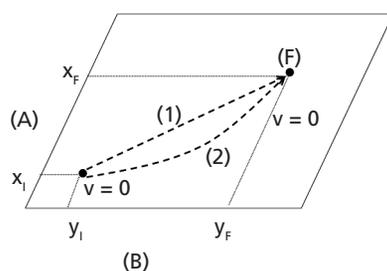

Figura 6.2: Coordenadas de um sistema.
Podemos tirá-la da posição de equilíbrio com um leve chute. Ao chutá-la, estaremos efetuando um trabalho sobre a bola, ou seja, transferindo um pouco de nossa energia química para ela. Se ela se deslocar todo o tempo sobre o chão da sala, a energia cedida aparecerá sob a forma de energia cinética da bola. Suponhamos que ela siga a trajetória retilínea (1), indicada na **Figura 6.2**. Eventualmente, como você sabe, a bola irá parar numa outra posição, digamos (F), nessa figura. Ora, o que aconteceu com a energia que ela recebeu?
*Ela não pode ter sido transformada em energia potencial porque a bola se deslocou em um plano. Na verdade, ela foi transformada em calor, por conta do atrito com o chão e com o ar durante seu deslocamento de (I) para (F). A bola irá parar quando toda a sua energia cinética tiver sido transformada em calor. No ponto (F), a bola terá coordenadas ( $E_c$ ,  $E_p$ ,  $m$ ,  $T$ ,  $x_f$ ,  $y_f$ , endereço completo) que não mais serão alteradas com o tempo. Portanto, o ponto (F) representa um novo *estado termodinâmico* do sistema.*
Na **Figura 6.2**, a *transformação termodinâmica* corresponde a levar a bola da posição inicial (I) à posição final (F). Entretanto, essa transformação pode ser realizada de diferentes maneiras (caminhos 1 e 2, por exemplo), e cada uma das diferentes maneiras caracteriza um distinto *processo termodinâmico*.